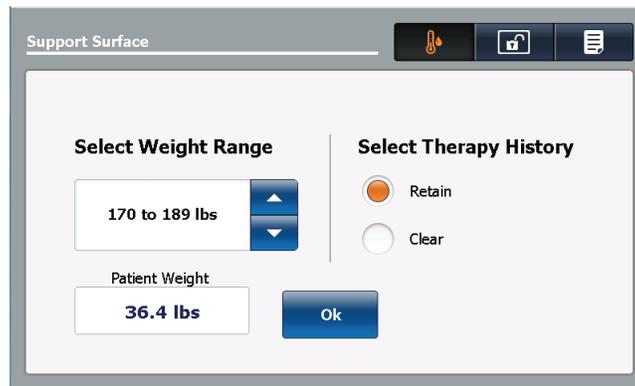

Figure 51 – Écran des réglages de la surface
1. Toucher les flèches haut/bas pour sélectionner la plage de poids voulue (Figure 51).
Toucher **Retain** (Conserver) pour conserver l'historique de traitement (Figure 51).